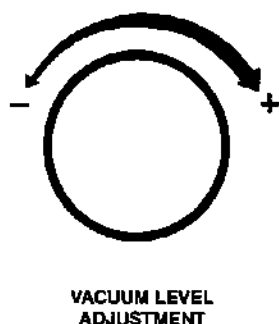

Рис. 4-9: Переключатель VACUUM LEVEL ADJUSTMENT (КОРРЕКТИРОВКА УРОВНЯ ВАКУУМА)
4. Для увеличения РАБОЧИХ показаний создания вакуума у пациента поверните ручку регулятора вакуума по часовой стрелке до достижения желаемого уровня вакуума (рис. 4.9).